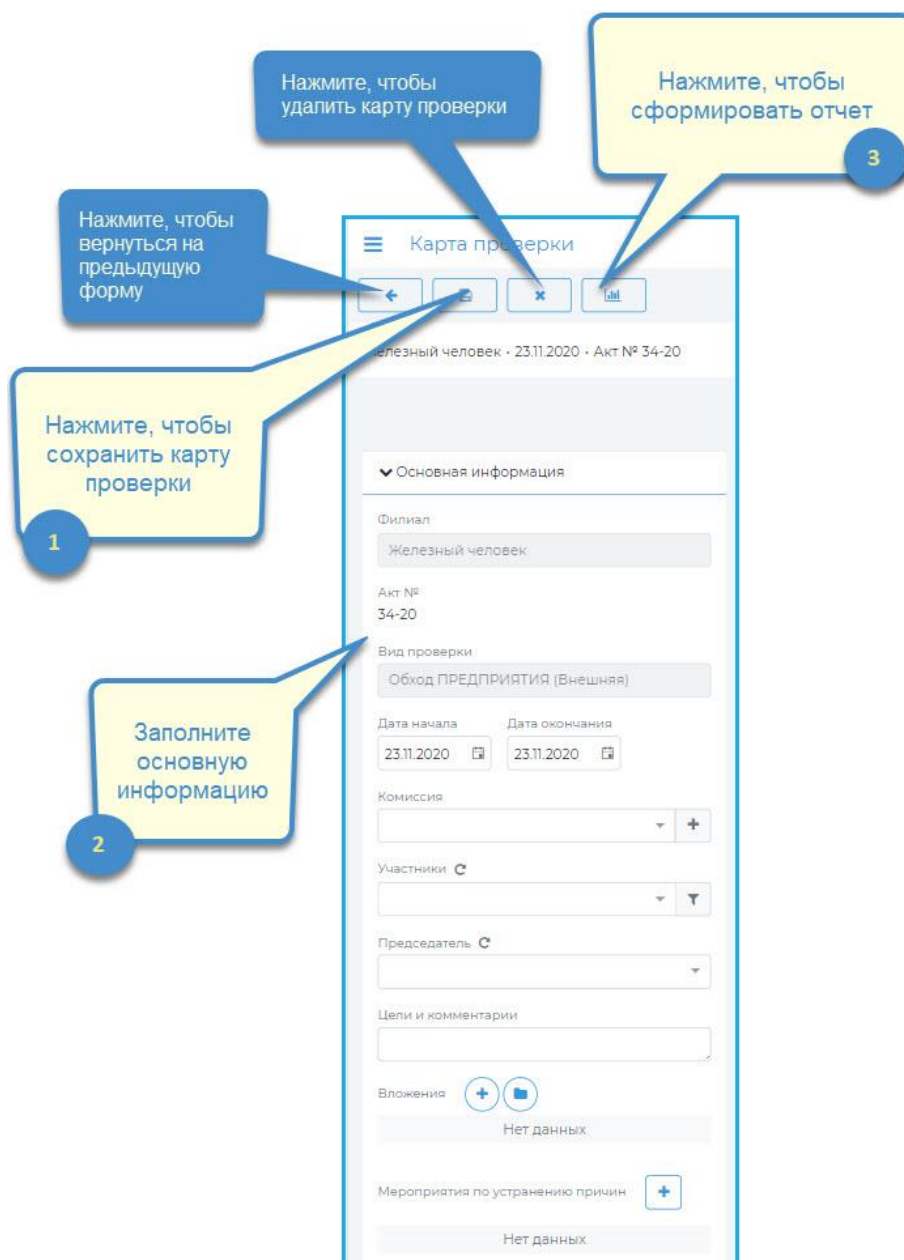

Рисунок 140 – Экран «Проверка» карты проверки в мобильной версии
- Экран **«Проверка»** (Рисунок 140), содержащий основную информацию о проверке, а также кнопку добавления нового отдела и кнопку перехода к списку уже добавленных отделов.